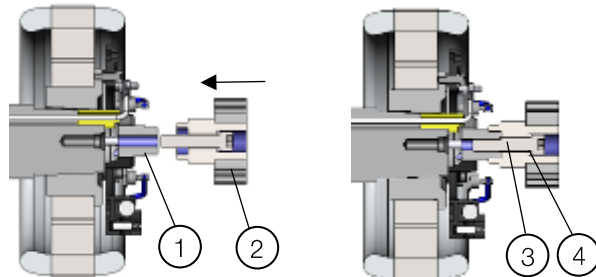

Figure 14.35 : Couplage du rotor du PMG
- 2) Monter le rotor du PMG dans la bague de couplage du rotor principal d'excitatrice et le fixer à l'aide de la vis M12 à tête hexagonale intérieure avec un couple de 120 à 140 Nm et un freinage chimique anaérobie, conformément à la Figure 14.35.
Légende - Figure 14.35 :